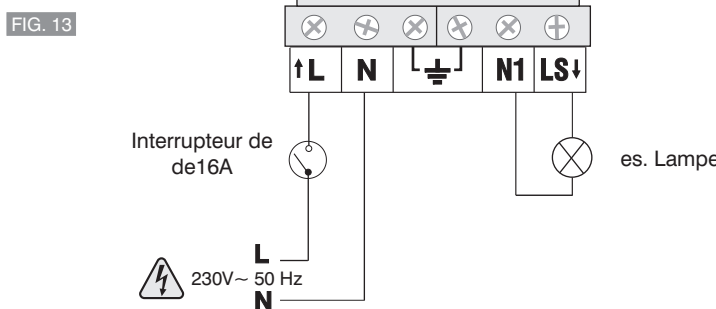

FIG. 13
**REMARQUE: le câblage d'alimentation qui arrive au détecteur doit comporter un interrupteur de 16A (FIG. 13). Installer l'interrupteur sur le mur adjacent à la ligne électrique. De cette façon on peut activer facilement le FONCTIONNEMENT AUTOMATIQUE ou l'EXCLUSION MANUELLE du détecteur.**
Procéder à la connexion électrique de la façon indiquée sur la FIGURE 13
**HINWEIS:** die Verdrahtung der Stromversorgung, die zum Bewegungsmelder führt, muss einen mit 16 A abgesicherten Schalter eingebaut haben (ABB. 13). Montieren Sie den Schalter an der Wand, die an die Stromleitung anschließt. So lässt sich der AUTOMATIKBETRIEB bzw. die MANUELLE abschaltung des Sensors problemlos aktivieren.
Fahren Sie mit dem Verlegen der elektrischen Anschlüsse fort, wie in ABBILDUNG 13 beschrieben: